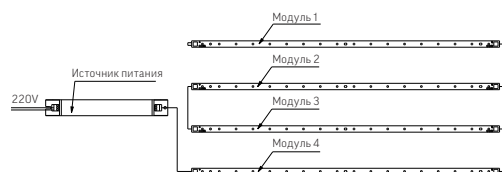

Рисунок 1. Подключение светильника к сети электропитания.
- ▶ Предварительно отключив питающую сеть, подключите светильник к сети 220V через клеммные колодки на источнике питания, в соответствии с маркировкой. См. Рисунок 1;